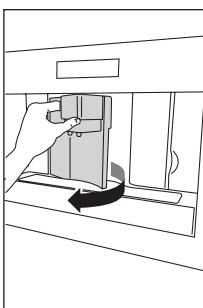
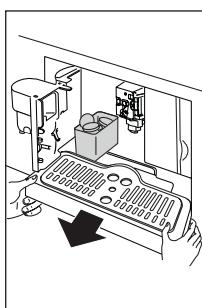
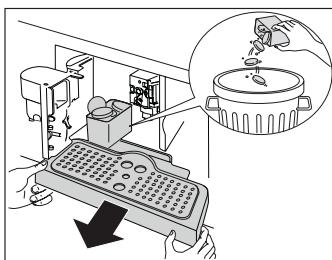

Рис. 23
Рис. 24
Рис. 39
- Для очистки откройте сервисную дверцу в передней части, потянув за краник выдачи кофе (Рис. 23), извлеките поддон (Рис. 24), слейте из него воду и очистите его (Рис. 39).